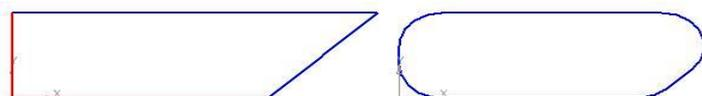

Рис. 2 Рис. 3
- укажите два объекта, между которыми нужно построить скругление (рис. 2). Система автоматически выполнит плавный переход между прямыми, пересекающимися под прямым углом;